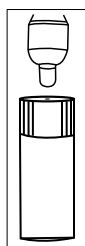

Figure 3B
3. Platzieren Sie die Sondenspitze, wie in Abbildung 3B gezeigt, nicht länger als 3 Sekunden in der Nähe des kleinen Lochs (3 - 4 mm) der Prüfphiole, bis ein akustischer Alarm ausgelöst wird. Dies ist ein Hinweis darauf, dass das Gerät ordnungsgemäß funktioniert. HINWEIS: Bei